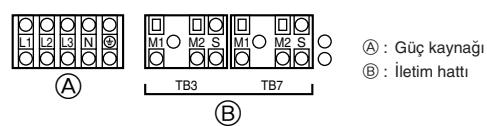

Fig. 6-1
6.2. Kontrol kutusu ve tesisatın bağlantı konumu (Fig. 6-1)